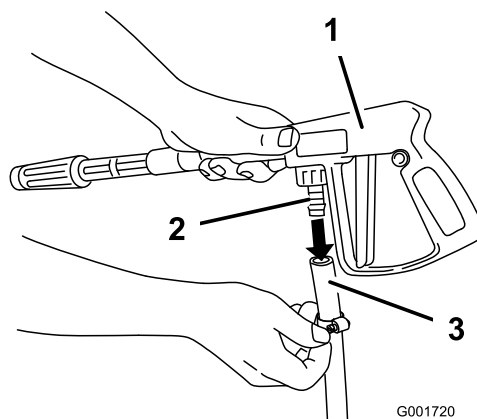

Figura 57
2. Collegate l'estremità libera del flessibile lungo al raccordo sulla pistola a spruzzo (Figura 57).